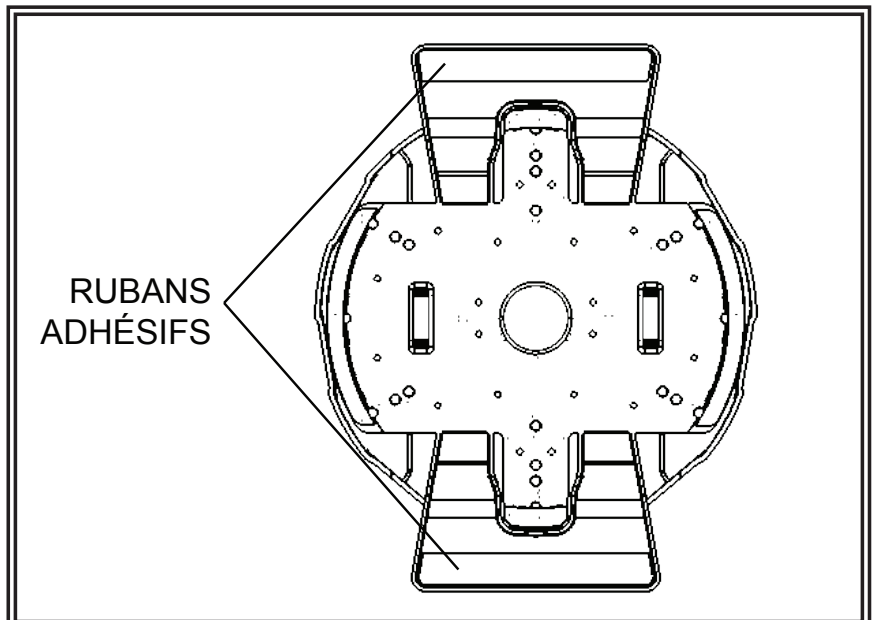

Figure 1
1. Wipe plate and apply tape as shown in Figure 1.
1. Essuyez la plaque et appliquez le ruban adhésif comme illustré à la Figure 1.